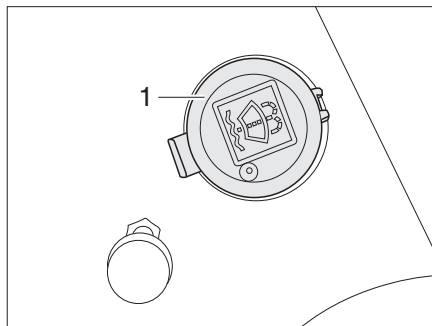

Fig. 30 Bec de remplissage réservoir pour liquide d'essuie-glace
- Enlever le couvercle (Fig. 30,1) du bec de remplissage du réservoir d'eau d'essuie-glace.